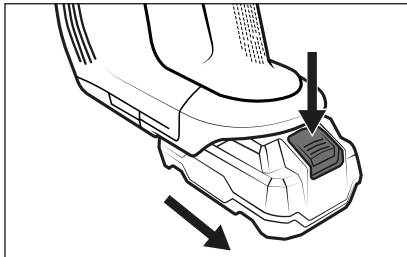

Fig. 13
- ◆ Per rimuovere la batteria 2 dall'apparecchio, tenere premuto il tasto di sblocco batteria 1 e sfilare la batteria 2 dall'apparecchio (vedere fig. 13).